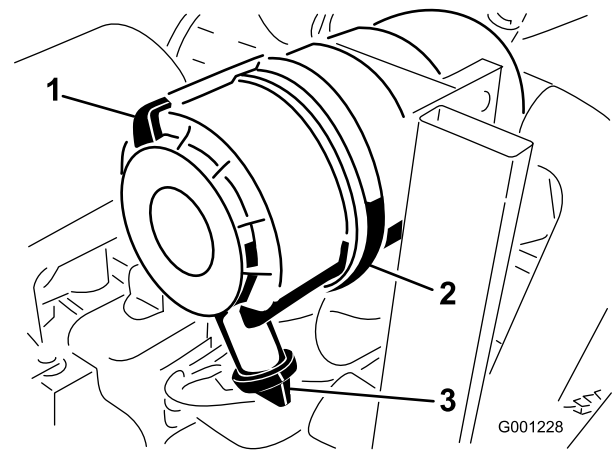

Figure 47
1. Tirez le verrou vers l'extérieur et tournez le couvercle du filtre à air dans le sens antihoraire (Figure 47).
2. Déposez le couvercle du boîtier du filtre à air (Figure 47).
8. Montez le couvercle en dirigeant la valve de sortie en caoutchouc vers le bas, entre les positions 5:00 et 7:00 heures environ vu de l'extrémité (Figure 47).